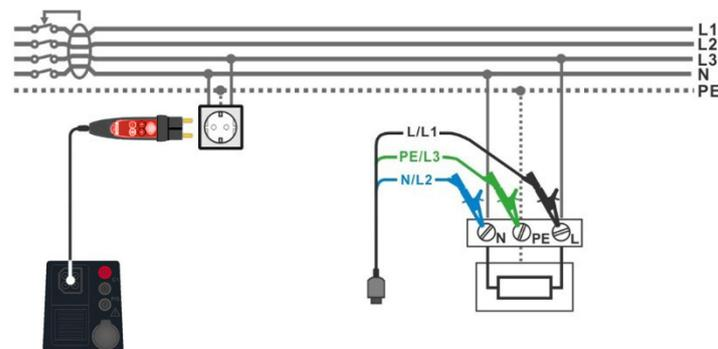

Abbildung 7.25: Anschluss des Commander-Prüfsteckers und der 3-Leiter-Prüfleitung
- › Schließen Sie die 3-Leiter-Prüflleitung oder den Commander-Prüfstecker am Prüfobjekt an, siehe **Abbildung 7.25**.
- › Schließen Sie die 3-Leiter-Leitung oder den Commander Prüfstecker am Prüfobjekt an, siehe **Abbildung 7.25**.
- › Schließen Sie die 3-Leiter-Prüflleitung oder den Commander-Prüfstecker am Prüfobjekt an, siehe **Abbildung 7.25**
<ul style="list-style-type: none"> › Wählen Sie die Funktion RCD Auto im Menü RCD. › Stellen Sie die Prüfparameter / Grenzwerte ein. › Schließen Sie die Prüflleitungen am Prüfgerät an. › Schließen Sie die 3-Leiter-Prüflleitung oder den Commander Prüfstecker am Prüfobjekt an, siehe Abbildung 7.25. › Starten Sie die Messung. 	Start Prüfung